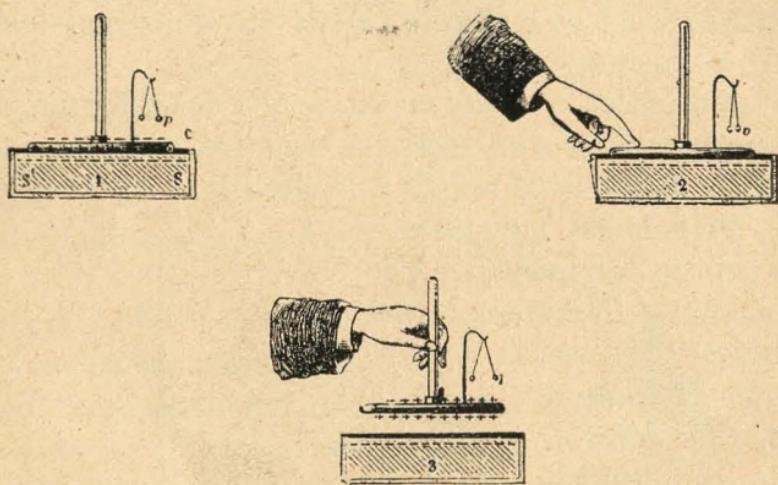

Fig. 165.—Carga del electróforo.
2.o Tocando el disco con el dedo, vuelven á unirse los péndulos, porque el fluido negativo libre ha pasado al suelo, y el fluido positivo se mantiene siempre en la parte inferior por la influencia de la resina electrizada negativamente (fig. 165).